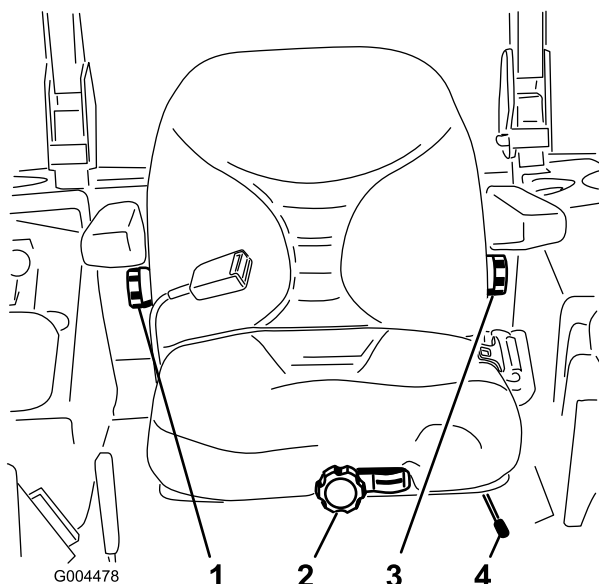

Figura 34
1. Para ajustar, desloque a alavanca para o lado e desbloqueie o banco (Figura 34).
Sem estar sentado no banco, rode o botão da frente numa das direcções para proporcionar o máximo conforto (Figura 34).
Para ajustar, rode o botão, sob o descanso do braço direito, numa das direcções para proporcionar o máximo conforto (Figura 34).
Para ajustar, rode o botão, sob o descanso do braço esquerdo, numa das direcções para proporcionar o máximo conforto (Figura 34).